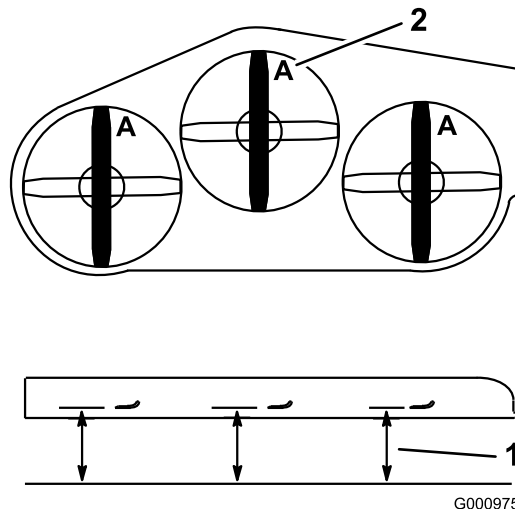
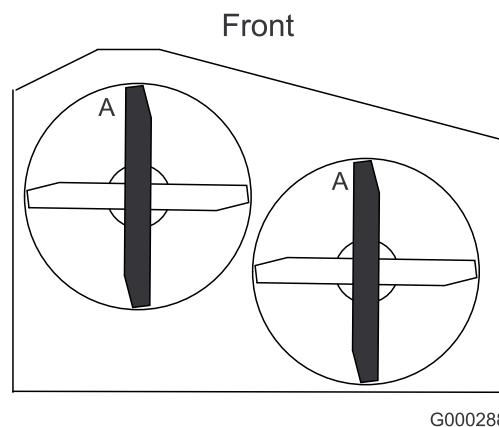

Figure 56
Figure 57
3. Tournez les lames dans le sens longitudinal. Mesurez la distance entre la surface plane et le tranchant (position A) des lames (Figure 56). Notez cette valeur. Pour les tabliers de coupe de 36 pouces, reportez-vous à la Figure 57.